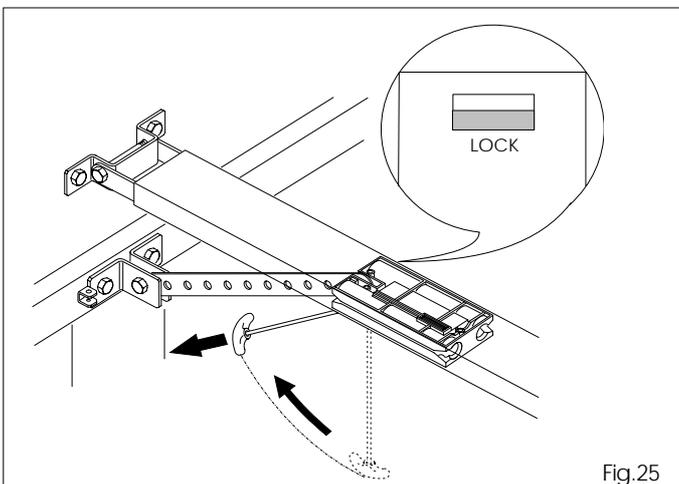

Fig.25
- 6.23 Bloqueen de nuevo la automatización tirando horizontalmente de la manilla (fig.25 Nota: al soltarla verifiquen que se vea bajo el carro la ventana de indicación "LOCK" de color rojo, que significa que se ha rearmado correctamente).